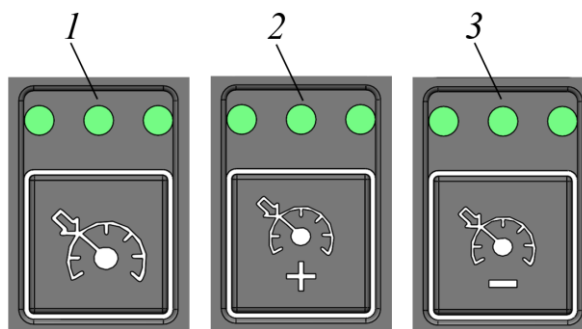

Рисунок 3.79. Активация и настройка круиз-контроля в блоке кнопок управления 1
- ▶ Для активации круиз-контроля однократно нажать кнопку 1, затем однократно нажать кнопку 3 в блоке кнопок управления 1 (рис. 3.79).